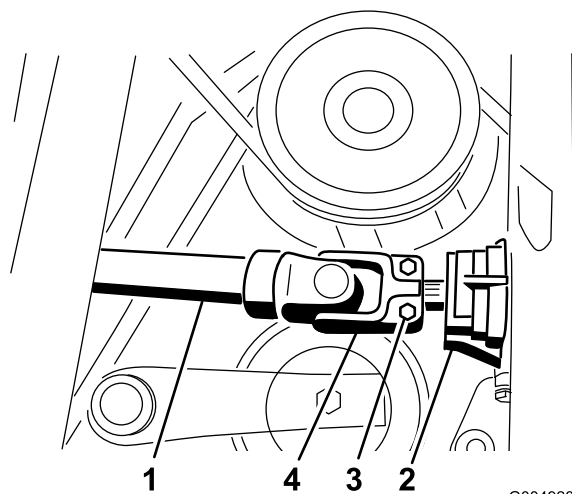

図 87
43. ギアボックスのシャフトに駆動シャフトを差し込む 図 87。ロールピンを取り付け、ボルトを 2025 Nm 2.02.6 kg.m = 175 225 in-lb にトルク締めする。